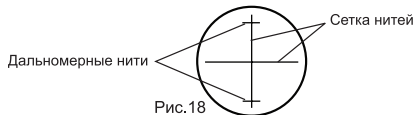

Рис.18
1) Наведитесь на рейку и посчитайте количество сантиметровых делений  $\varphi$  между двумя дальномерными нитями. (Рис. 18)